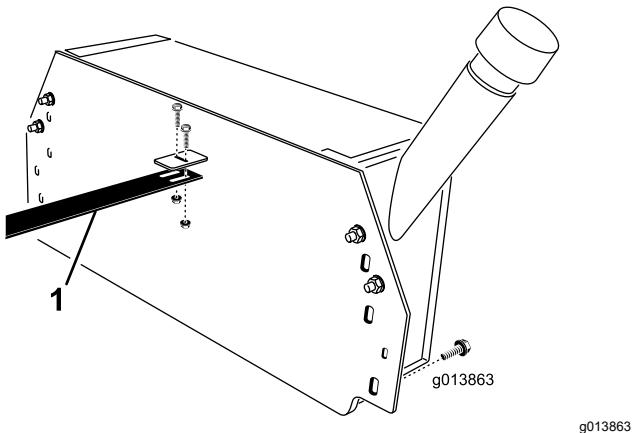

Figura 9
- Utilizzando 2 bulloni ($\frac{1}{4}$ " x $\frac{3}{4}$ ") e i dadi di bloccaggio flangiati, attaccate la guida flessibile alla staffa sul serbatoio idraulico (Figura 9).